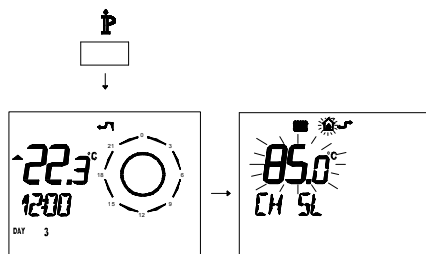

Figura 5.41
- Pulse durante más de 3 segundos el botón  para entrar en la modalidad **INFO** (Figura 5.41).